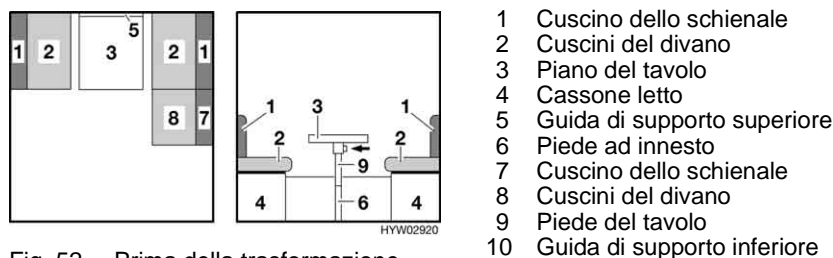

Fig. 52 Prima della trasformazione
- Sistemare i cuscini del divano (Fig. 52,2).
- Sollevare leggermente il piano del tavolo in avanti (Fig. 52,3).
- Dal piede del tavolo estrarre verso il basso il piede ad innesto (Fig. 52,6) e riporlo.
- Sbloccare il piede del tavolo (Fig. 52,9) dall'elemento di fissaggio e ribartarlo verso l'alto sul lato inferiore del tavolo.
- Alzare il piano del tavolo (Fig. 52,3) di circa 45°, sollevarlo dalla guida di supporto superiore (Fig. 52,5) e mantenerlo ad un angolo di 45°.